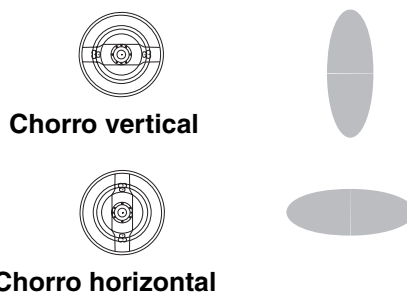

Fig. 13. Posiciones del cabezal de aire
3. Afloje el anillo de retención del cabezal de aire y gire el cabezal para obtener un chorro de pulverización vertical u horizontal. Vea Fig. 13. Apriete el anillo de retención hasta que el cabezal de aire esté firmemente sujeto; no debe ser posible girar a mano la mariposa del cabezal de aire.